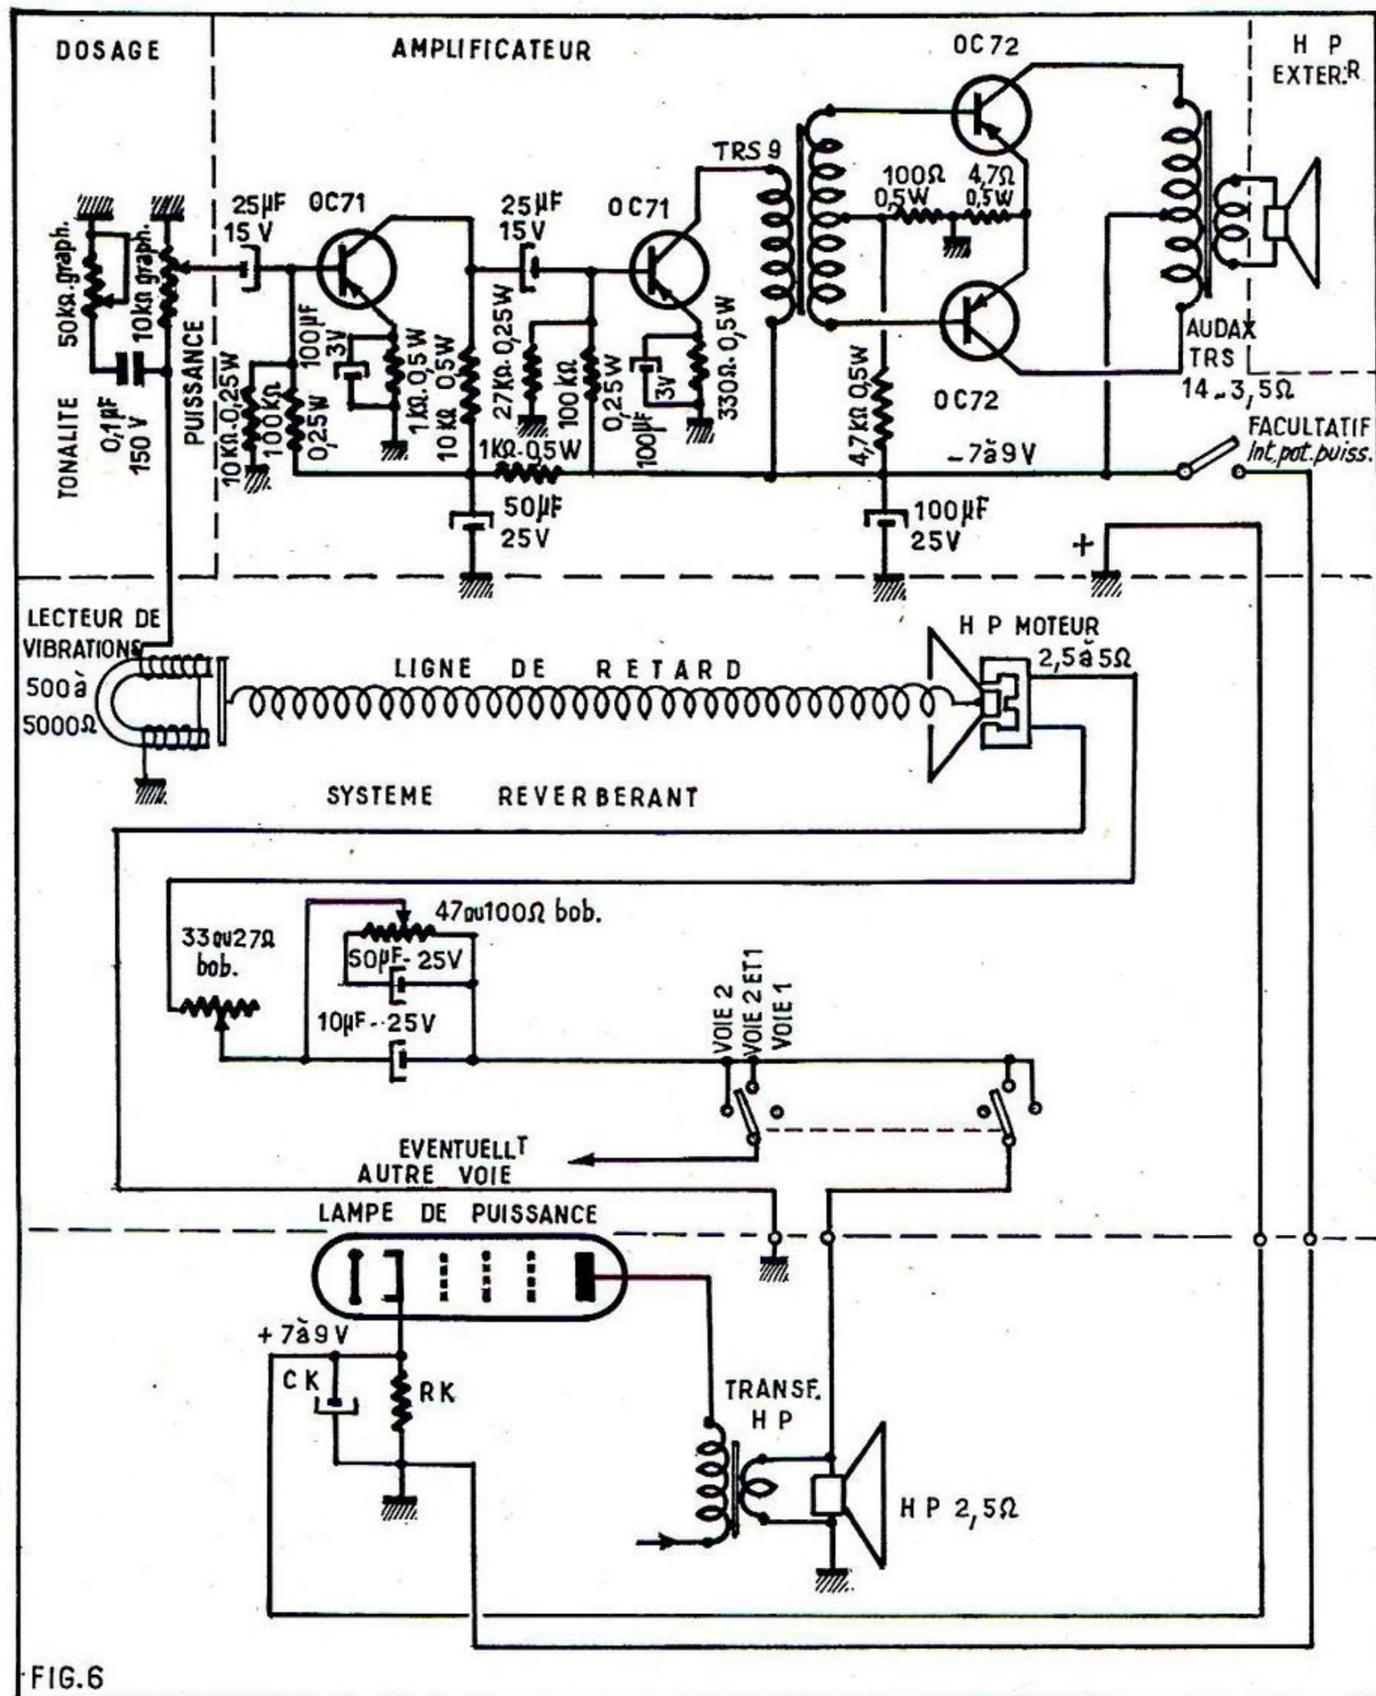
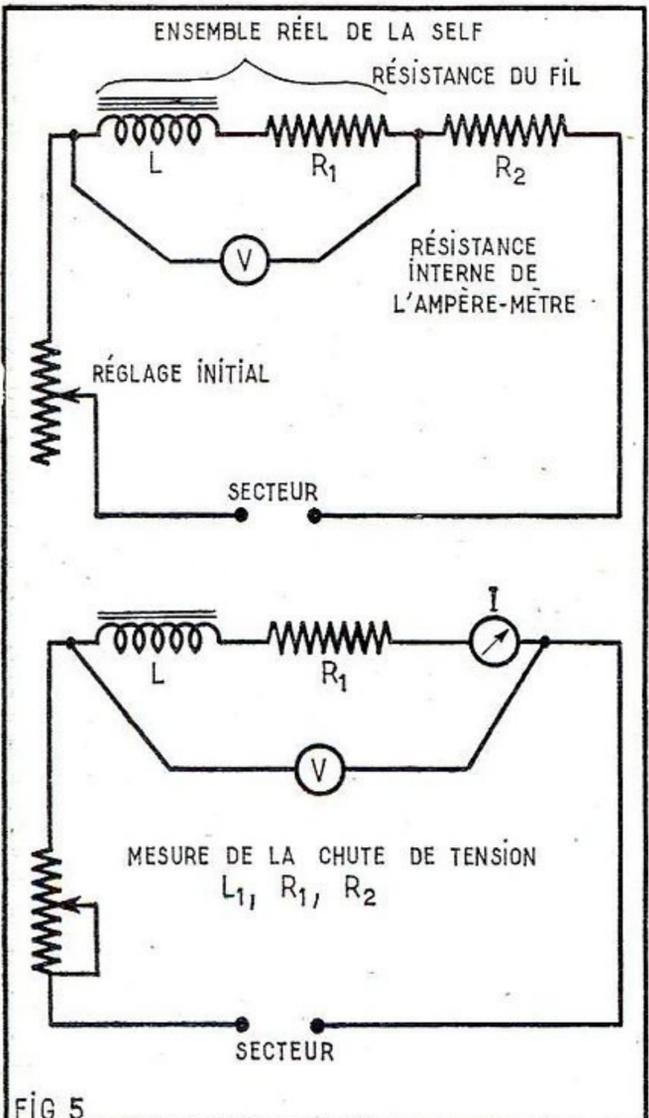

FIG. 6
FIG 5
L'impédance du haut-parleur devra être égale à celle de la prise dans laquelle il sera branché. En général 2,5 Ω si la prise est à basse impédance et 5 000 ou 7 000 Ω si la prise est à haute impédance. On se reportera aux schémas de câblage fig. 6 ou fig. 7 selon les besoins.
(M) disposés en « patte d'oie » (figure 5). Ces fils ne gênent pas les vibrations longitudinales mais s'opposent aux vibrations transversales. On les nouera sur des pitons à bois fixés sur le dessus et le dessous du meuble.
Nous l'avons dit tout amplificateur peut servir à ce montage ; cependant nous avons opté pour un amplificateur à transistors (P). Et vous avez intérêt à le faire si le poste que vous reverberé est à tubes car dans ce cas notre chambre de réverbération pourra fonctionner sans piles et sans prise de courant ! Avouez que le procédé est intéressant ! Elle se mettra seule en service quelques secondes après la mise en marche de l'appareil sur lequel elle est branchée. Bien sûr pour alimenter l'amplificateur il nous faut une tension de 7 à 9 volts continu pouvant nous fournir quelques 10 mA. C'est précisément la tension de polarisation de la lampe finale de tous les amplis à tubes (et de l'orgue électronique du C.S.D. n° 38) nous nous sommes donc servis de cette tension pour alimenter la chambre de réverbération. C'est donc bien une source gratuite (voir figure 6). Rien ne s'oppose évidemment à alimenter l'amplificateur avec une pile de 9 volts mais, dans ce cas, il faut nécessairement un interrupteur séparé pour la mise en route de la chambre de réverbération. Autrement, cet interrupteur est facultatif.
Nous avons utilisé l'amplificateur fig 6. Nous le répétons, toute partie P.U. d'un poste de radio à tubes ou à transistors peut servir à cette réalisation. On aura intérêt à récupérer la partie basse-fréquence d'un poste à transistors hors d'usage que l'on trouve à acheter pour presque rien (ou d'acheter un module tout prêt). La partie basse-fréquence d'un poste à transistors est souvent en bon état, en tous cas facilement dépannable. L'ampli à transistors est placé à l'intérieur de la chambre (fig. 5 repère P) mais son haut-parleur est placé à l'extérieur soit dans l'appareil à réverbérer soit sous forme d'un haut-parleur transportable. Nous avons adjoint à l'entrée de l'amplificateur un système de tonalité (T) qui change le timbre de la réverbération. Il va de la réverbération claire à la réverbération grave et sourde. Un autre bouton (U) règle la puissance de l'amplificateur.
Ainsi, il se pourrait fort bien que la résistance — pratiquement inévitable — présentée par le fil même qui a servi à la confection de la bobine et que l'on place, comme le confirment les calculs, en série (fig. 4) avec une self réputée alors pure, que cette résistance donc soit du même ordre de grandeur que la résistance interne de l'appareil de mesure ; comme la première de ces résistances n'est nullement séparable de la bobine elle-même, il serait bon de vérifier les résultats déjà acquis par une sorte de contre-mesure en plaçant le voltmètre (fig. 5), d'abord, directement aux bornes de la self, et ensuite aux bornes de l'en-